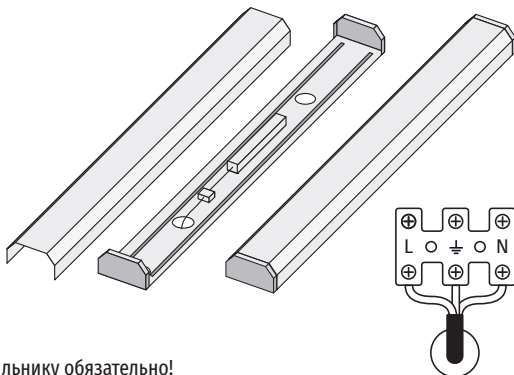

Рис. 1
- Ввести сетевые провода через отверстие в корпусе и подключить к клеммной колодке на панели в соответствии с указанной маркировкой клеммы L, N, как показано на Рис. 1. Желто-зеленый кабель присоединить к клемме, обозначенной знаком «заземление» (⊥). Проверить надежность электрических соединений.